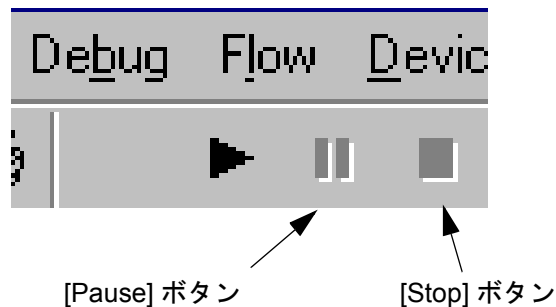

図 2-26. プログラムの休止または停止
5. プログラムを休止または停止するには、図 2-26 に示したツールバーの [Pause] ボタンまたは [Stop] ボタンをクリックします。または [Debug] メニューにある [Toggle Breakpoint(s)] を選択します。